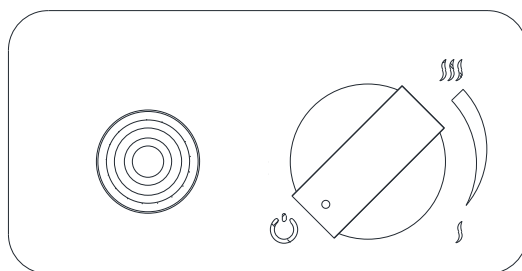

Fig 10– Posizione di spegnimento
- Assicuratevi che la manopola sia posta in posizione "OFF" (tutta in senso orario) (*Fig 10*).